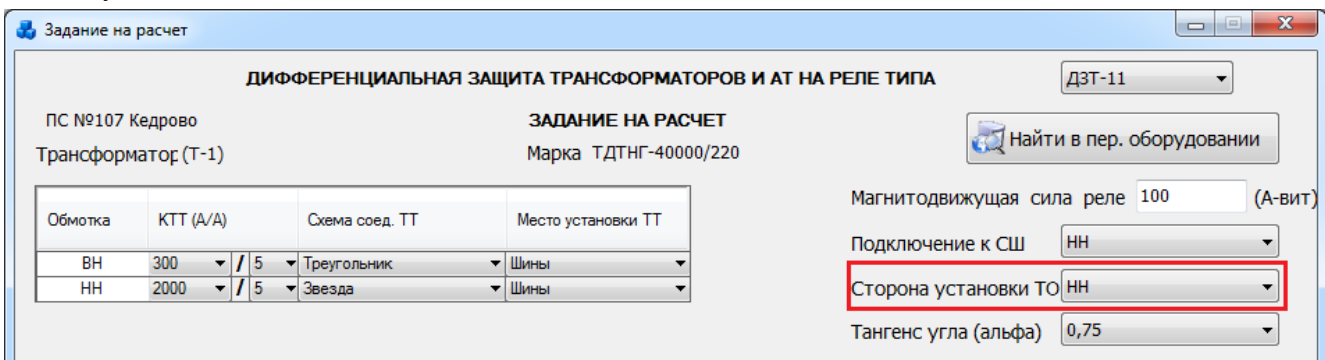

Рисунок 3.9.30
- если сторона СН не подключена к секции шин, то в этом случае ТО присоединена к трансформаторам тока, установленным на стороне НН (Рисунок 3.9.30), следовательно, ток срабатывания реле рассчитывается по условию отстройки от броска тока намагничивания (Рисунок 3.9.31).